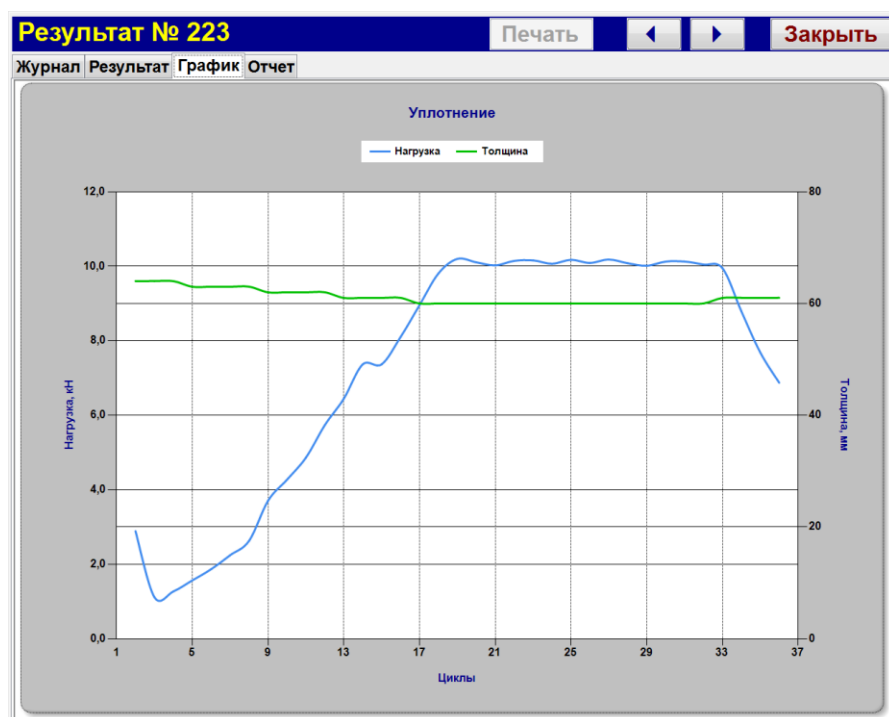

Рисунок 9 – Просмотр графиков
4.6.9 Для просмотра графиков необходимо нажать закладку «**Графики**» (см. рисунок 9).